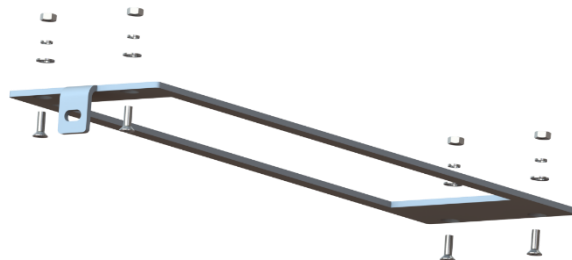

Рисунок 11 - Кронштейн модуля
6. Вилучіть кронштейни та зніміть встановленні кріплення (рис. 11).